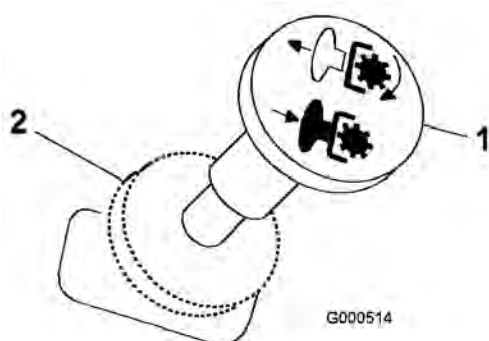

Bild 8
3. Kuppeln Sie die Messer aus, indem Sie den Zapfwellenantriebsschalter in die Aus-Stellung stellen (Bild 8).
2. Kuppeln Sie die Messer aus, indem Sie den Zapfwellenantriebsschalter in die Aus-Stellung stellen (Bild 8).